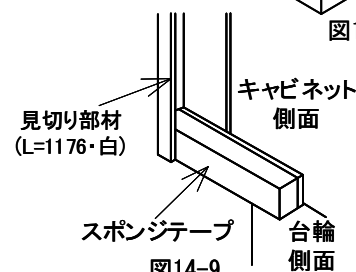

図14-9
⑥ スポンジテープを図に示す位置に貼り付けてください。(図14-9)